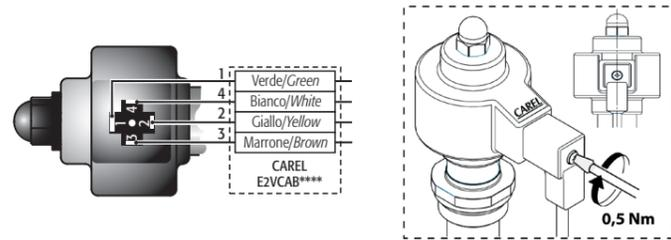

Fig. 3
9. Collegare il connettore già cablato al motore passo passo nel relativo alloggiamento e serrare le vite con una coppia di 0,5 Nm seguendo le indicazioni in Fig. 3. Collegare a questo punto l'estremità quadrifilare del cavo nei relativi morsetti del Driver CAREL EVD*** o relativo controllo omologato CAREL ed impostare i parametri secondo il set riportato nella tabella sottostante.
9. Connect the pre-wired connector to the socket on the stepper motor and tighten the screw with a tightening torque of 0.5 Nm following the instructions in Fig. 3. Then connect the four-pin end of the cable to the corresponding terminals on the CAREL EVD*** driver or approved CAREL controller and set the parameters as shown in the table below.
- Brancher le connecteur déjà câblé au moteur pas à pas dans l'emplacement correspondant et serrer la vis avec un couple de 0,5 Nm en suivant les indications de la Fig. 3. A ce stade, brancher l'extrémité du pôle du câble dans les bornes du Driver CAREL EVD*** ou du régulateur homologué CAREL et enregistrer les paramètres selon le modèle indiqué dans le tableau ci-dessous.
- Den vorverdrahteten Stecker in den Schrittmotor einfügen; die Schraube nach den Anleitungen der Fig. 3 mit rund 0,5 Nm Drehmoment festschrauben. Das Vierleiterkabel an die entsprechenden Klemmen des CAREL-Treibers EVD*** oder an ein anderes zugelassenes CAREL-Steuergerät anschließen; die Parameter gemäß Parameter-Set der nachstehenden Tabelle einstellen.